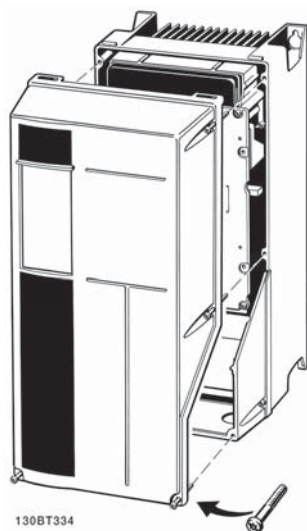

Abbildung 2.18 Zugang zu den Steuerklemmen in den Gehäusen A4, A5, B1, B2, C1 und C2
- Entfernen Sie alternativ die Frontabdeckung durch Lösen der Befestigungsschrauben. Siehe *Abbildung 2.18*.